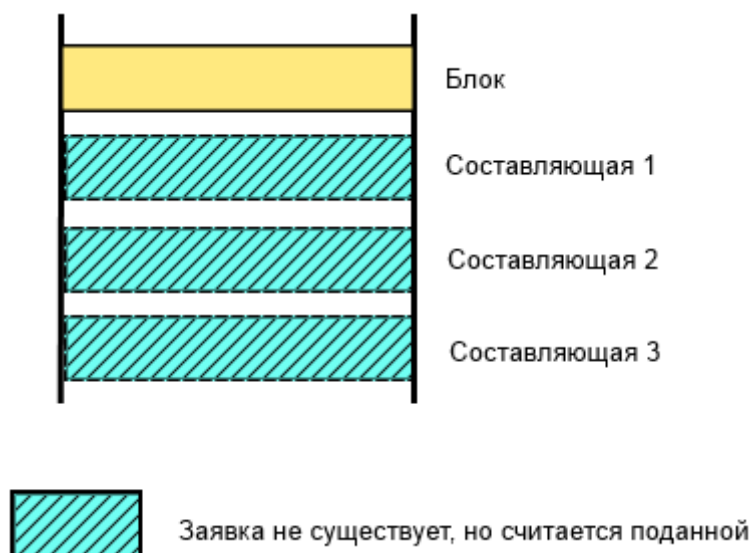

Рисунок 13.107 – Заявка на блок, считаются поданными заявки на все составляющие
- производится анализ структуры блока, считаются поданными заявки на все составляющие блока в те же сроки, что и заявка на блок (Рисунок 13.107);